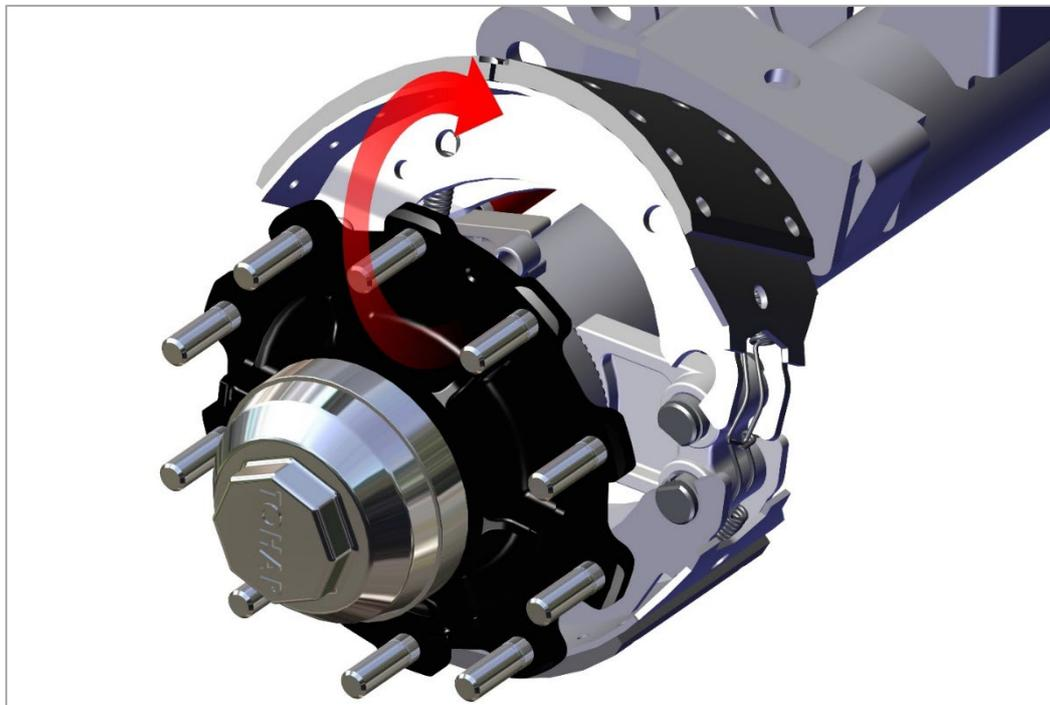

Рис. 16. Снятие тормозной колодки
4) Наклоните верхнюю тормозную колодку над кулачком и осью моста и снимите её, как показано на рис. 16.